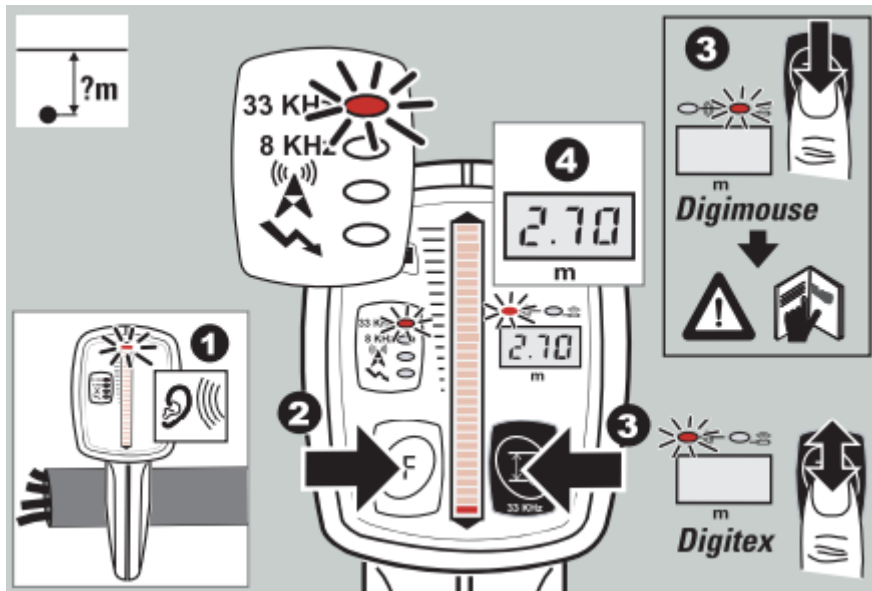

Рис. 8.9 Визначення глибини залягання комунікації
4. На дисплеї з'явиться показник глибини залягання комунікації (рис. 8.9). Якщо під землею розміщуватиметься комунікація значного